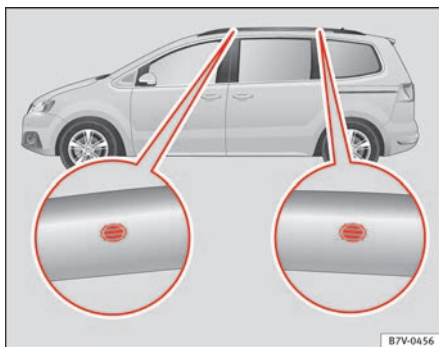

Abb. 101 Befestigungspunkte für Grundträger und Dachgepäckträger.
Die Bohrungen zur Positionierung befinden sich an den Innenseiten der Dachreling → Abb. 101.
- Die Grundträger nur an den in der Abbildung gezeigten Markierungen befestigen → Abb. 101.